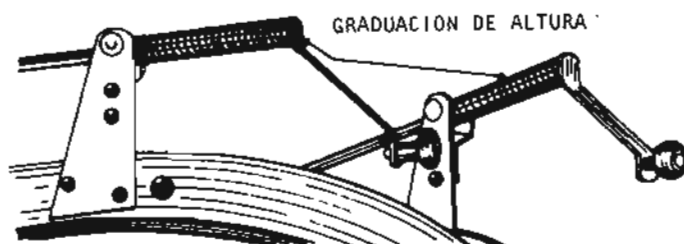

Fig. 2
- a Altura, accionando las manivelas respectivas (fig. 2).